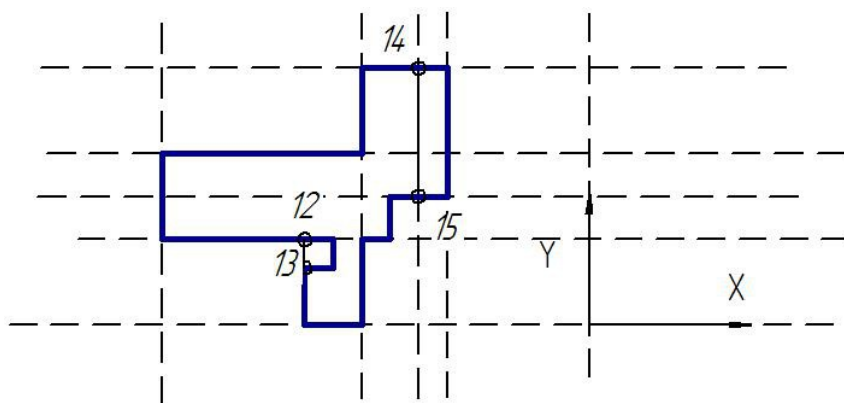

Рис. 1.54. Левая сторона разреза. Детализация
14 и 15 (рис. 1.54).
6. Постройте канавку под уплотнительное кольцо (рис. 1.54). Диаметр проточки 36 мм, ширина – 2 мм (см. рис. 1.48).